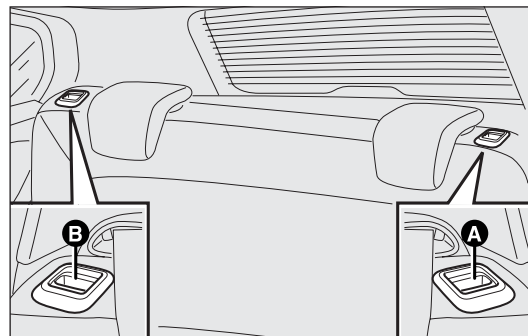

fig. 77
- soulever les poignées A et B-fig. 77 pour déverrouiller les dossiers et les accompagner sur le coussin.